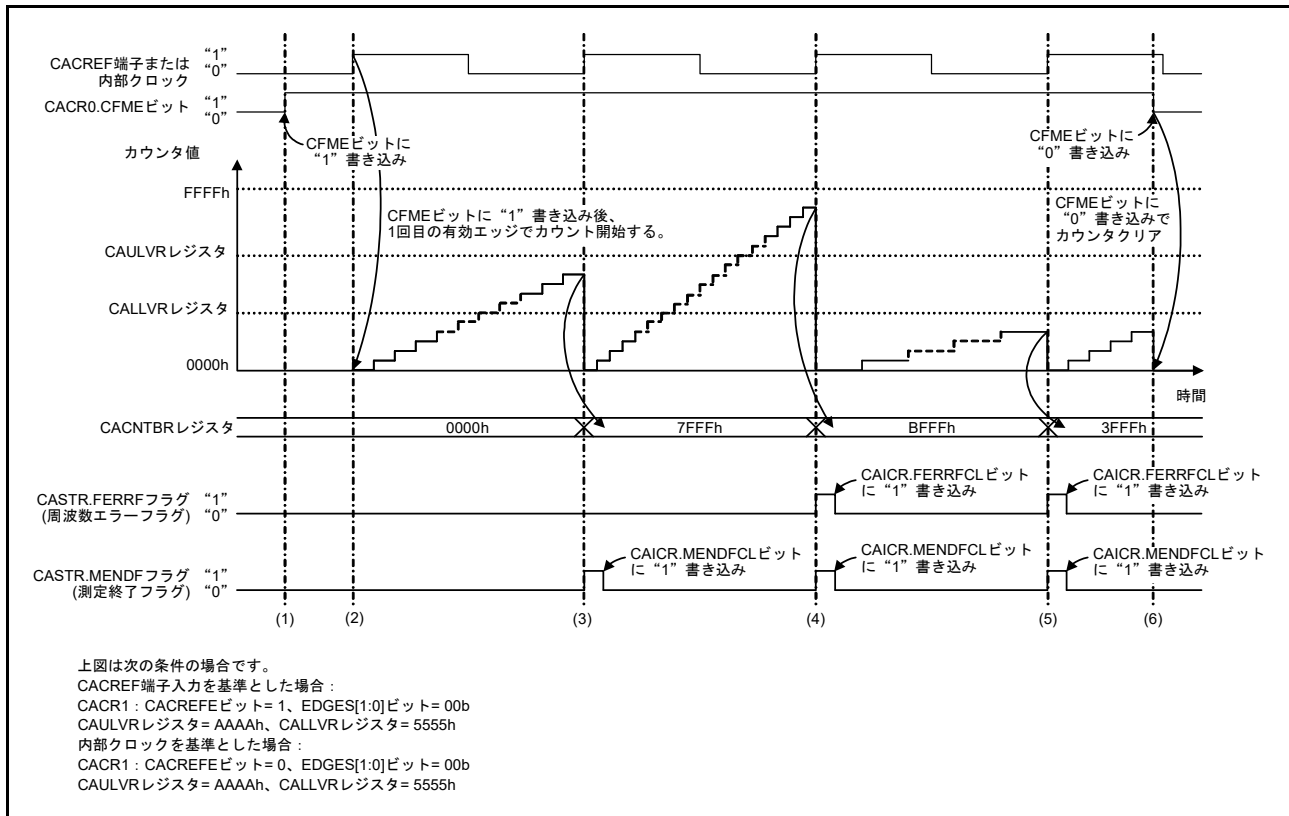

図 10.2 クロック周波数精度測定回路の動作例
クロック周波数精度測定回路は、CACREF 端子入力または内部クロックを基準にクロック周波数を測定します。図 10.2 にクロック周波数精度測定回路の動作例を示します。
- (2) CACREF 端子入力を基準とした場合は、CFME ビットに "1" を書き込み後、CACREF 端子から CACR1.EDGES[1:0] ビットで選択した有効エッジ (図 10.2 では立ち上がりエッジ (CACR1.EDGES[1:0] = 00b)) が入力されるとタイマのカウンタアップが開始します。
内部クロックを基準とした場合は、CFME ビットに "1" を書き込み後、CACR2.RSCS[2:0] ビットで選択したクロックソースを元に CACR1.EDGES[1:0] ビットで選択した有効エッジ (図 10.2 では立ち上がりエッジ (CACR1.EDGES[1:0] = 00b)) が入力されるとタイマのカウンタアップが開始します。